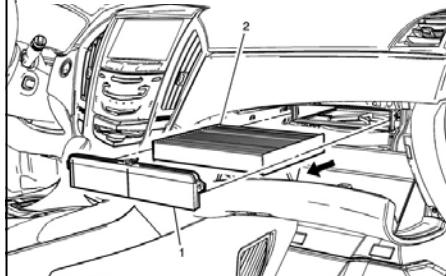

Fig. 26
4. Retirez le filtre à air d'habitacle (*voir Fig. 26*).